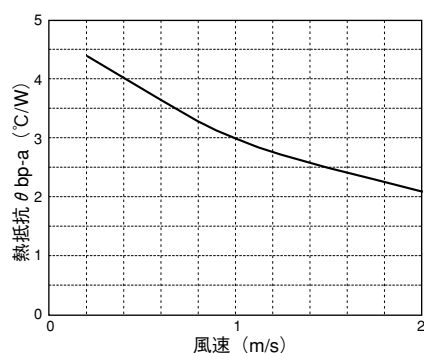

図1-3 ベースプレート-空気間の熱抵抗対風速
となります。ここで、図1-3より、
- 図1-3～図1-8のデータは代表値であり、測定条件等により変化いたします。実際の放熱設計においては算出値に対し、十分マージンを持った設計をされることを推奨いたします。